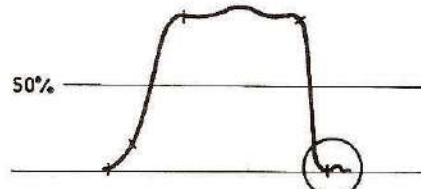

Fig. 27
5. Visser 327 pour obtenir la courbe de la figure 27, reprendre 324-326-327 si nécessaire.
Amener le pied de la courbe (côté 39,2 MHz) au centre de l'écran de l'oscilloscope, dilater au maximum pour avoir la courbe (fig. 27 partie entourée).
Après réglage des rejecteurs on vérifiera que la courbe de réponse est toujours conforme à la figure 27, retoucher éventuellement 324 et 326.